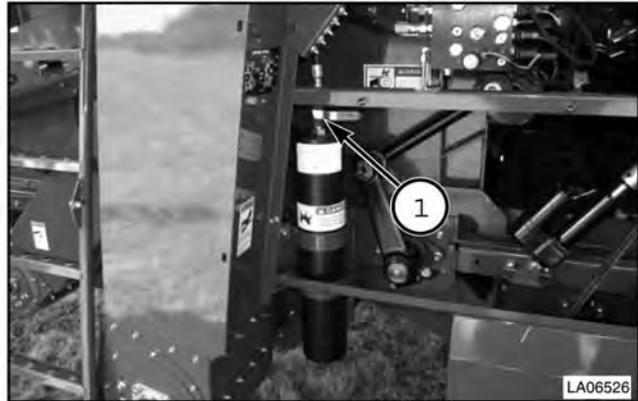

FIG. 74
FIG. 74: la válvula (1) restringe o elimina completamente la acción del acumulador cuando su acción no es requerida. Para cerrar la válvula y aislar el acumulador del sistema, girar la misma en sentido horario.